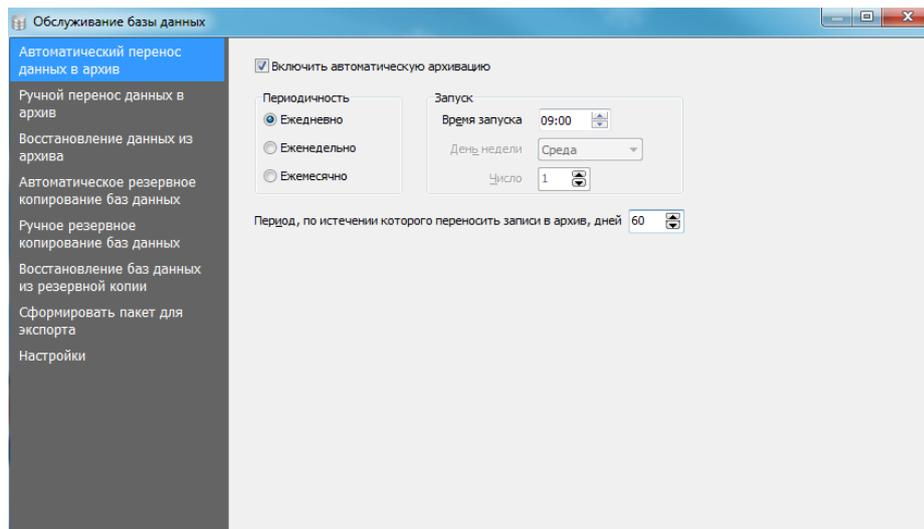

Рисунок 27.2 Вкладка Автоматический перенос данных в архив, ежедневный перенос
- 1) В окне «Обслуживание базы данных» перейти на вкладку **Автоматический перенос данных в архив** (Рисунок 27.2),
- Ежедневно: в этом случае необходимо указать Время запуска переноса данных (Рисунок 27.2);